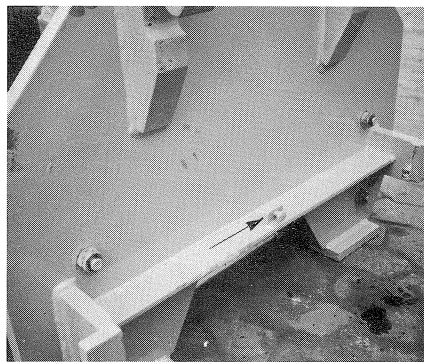

FIG. 38
(1) Vérifier le bon serrage de la vis de butée dans le panneau du support de changement (fig.38/flèche).
ATTENTION: La vis de butée (fig. 38/flèche) doit enfoncer le doigt de cde. de l'interrupteur "E" suffisamment pour actionner l'interrupteur. Ne pas dépasser la course à vide de l'interrupteur, un tel dépassement risque de le détruire.